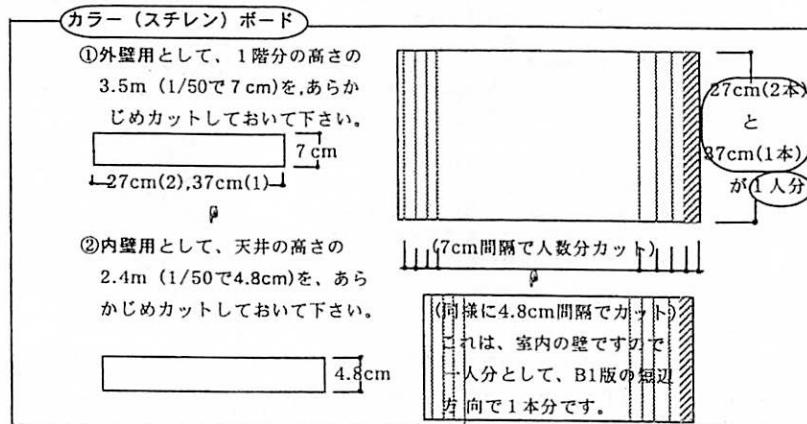

図 3 外壁と内壁の模型材料の準備
- ① 図 3 で作った 7 cm 高い外壁材を、45 度 (2ヶ所) と 90 度 (1ヶ所) の角の、貼り合わせを考えてカットします。
- ② 45 度にカットしなければならない箇所が 4ヶ所あるので、注意をさせてください。
- ③ 3 面の外壁材を、それぞれ平面図に合わせて、下から 7 mm を床の高さとしてとて、その高さから 1.8 m (3.6 cm) の位置に作図してカットさせてください。
- ④ 加工した外壁材を、すでに出来上がった平面図パネルの三面の横に木工用ボンドで貼り付けてください。